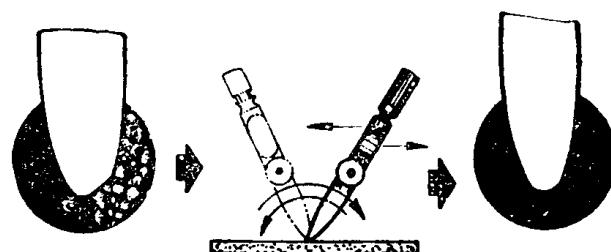

图 1-9
(3) 直线笔的修磨方法 修磨直线笔笔尖时，可按图1-9所示进行。修磨直线笔端部外